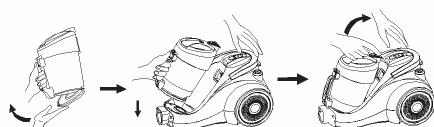

Рис. 7
4. Установите пылесборник на место в корпусе пылесоса (Рис. 7).